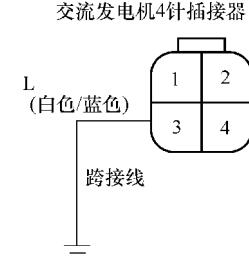

图 3-28 跨接交流发电机 3 号端子
- 15) 将点火开关转至 LOCK (0) 位置。
- 17) 如图 3-28 所示, 用跨接线将交流发电机 4 针插接器 3 号端子连接到车身搭铁上。